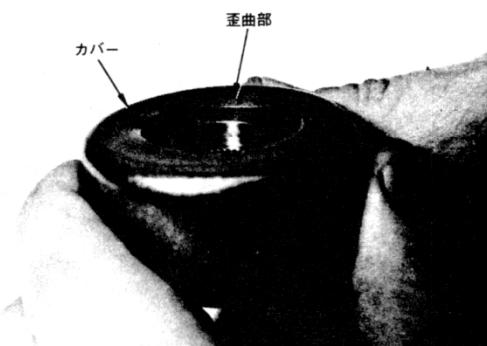

図5-1 カバー損傷図
2. カバーに図 5-1 のように損傷又は歪曲がある場合は交換をする。これらの原因は主に手荒な扱いによって生じる。